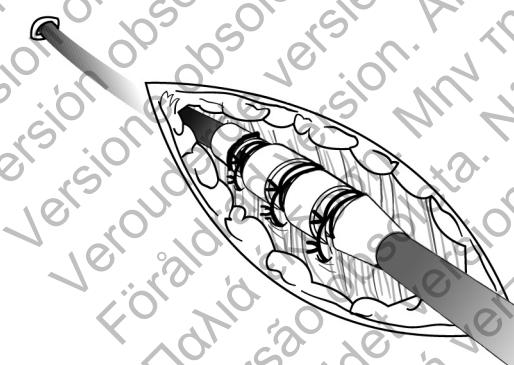

Figura 11. Ejemplo de manguito de sutura, técnica de implantación percutánea
1. Pele la vaina introductora y deslice el manguito de sutura profundamente en el tejido (Figura 11 Ejemplo de manguito de sutura, técnica de implantación percutánea en la página 26).